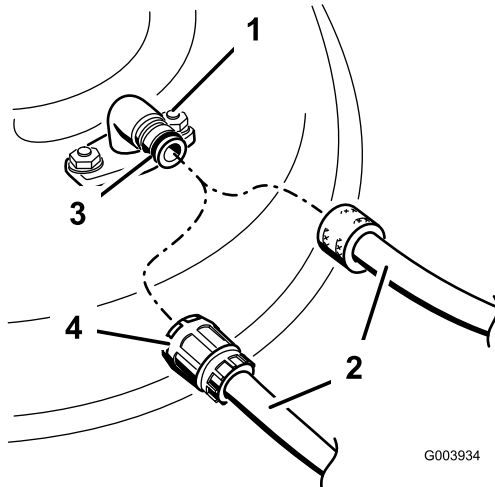

Bild 72
3. Montieren Sie die Schlauchkupplung auf die Kupplung am Mähwerk-Spülanschluss und drehen Sie das Wasser mit starkem Druck auf (Bild 72).